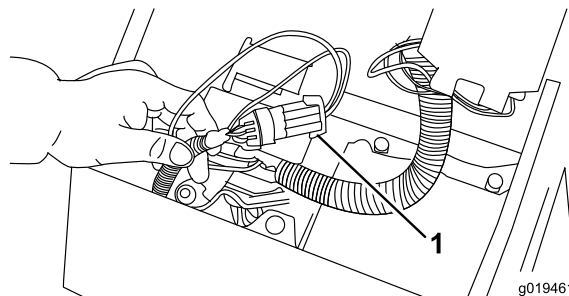

Figure 41
2. Ouvrez le couvercle du panneau de commande. Localisez le faisceau de câblage et le connecteur de boucle. Débranchez le connecteur de boucle du faisceau de câblage avec précaution (Figure 41).